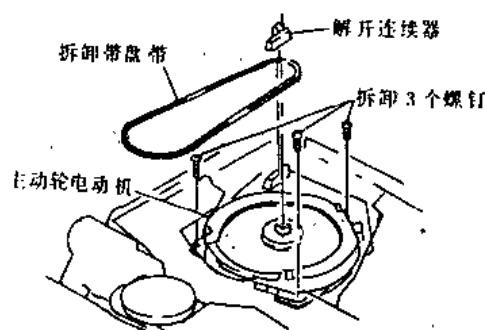

图 1-26
②拆卸带盘皮带，如图 1-26。
③解开接续器。
④拆卸 3 个螺钉并拉出主动轮电动机。